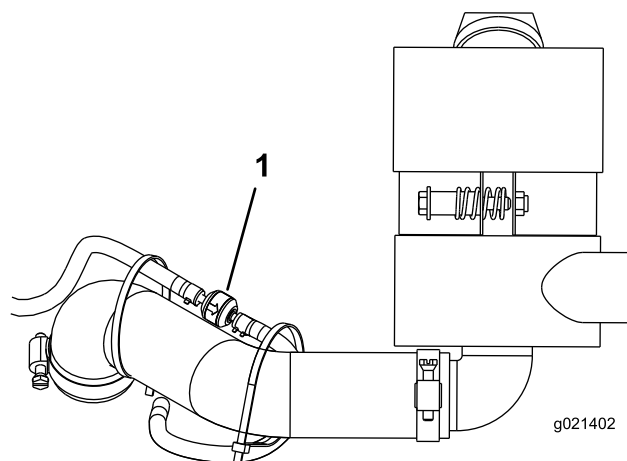

図 45
1. カーボンキャニスタ・エアフィルタを固定しているクランプをゆるめる（図 45）。カーボンキャニスタ・ホースとエアフィルタはエアクリーナホースにケーブルで固定されている。
3. カーボンキャニスタ・フィルタを取り外して廃棄する（図 45）。フィルタに付いている矢印の向きに注意。